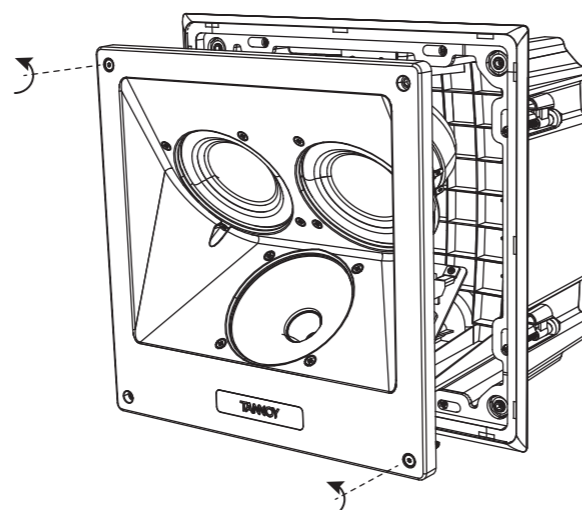

Fig. 14. Removing the loudspeaker from the back can
4. Wenn die Lautsprecherbaugruppe bereits an der hinteren Dose angebracht ist (z. B. während des Versands), entfernen Sie sie von der hinteren Dose, indem Sie die Schrauben lösen, mit denen sie befestigt ist (Abb. 14).